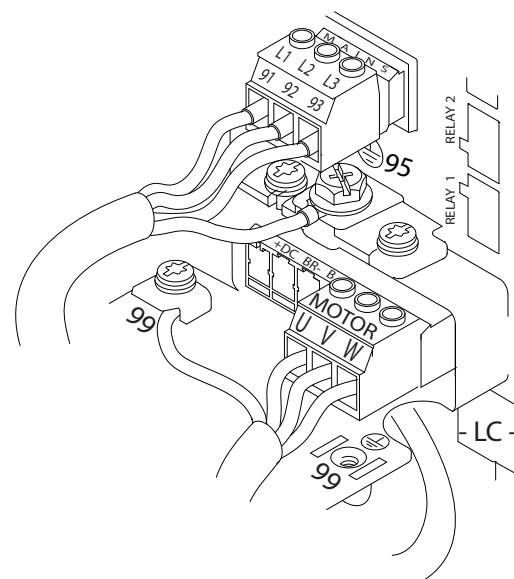

Рисунок 2.8 Проводка двигателя, силовых кабелей и заземления
На Рисунок 2.8 показано подключение сетевого питания, двигателя и заземление для базовых преобразователей частоты. Фактические конфигурации отличаются для разных типов устройств и дополнительного оборудования.
- Подключите проводку 3-фазного входного питания переменного тока к клеммам L1, L2 и L3 (см. Рисунок 2.8).